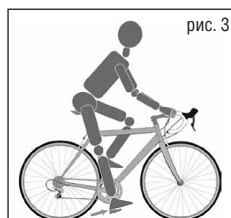

рис. 3
1. Регулировка высоты седла. Для определения правильной высоты седла (рис. 3):